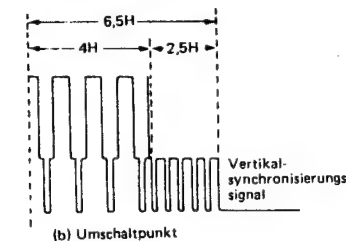

Abbildung 2-3
4. Die Synchronisationssteilheit (+) des Oszilloskops benutzen und R720 (Trommelphasengeneratorsteuerung) so einstellen, daß die Ausgangswellenform gleich wie in der Abb. 2-3 (a) ist.
5. Die Synchronisationssteilheit (-) des Oszilloskops benutzen und überprüfen, daß die Ausgangswellenform gleich wie in der Abb. 2-3 (b) ist.